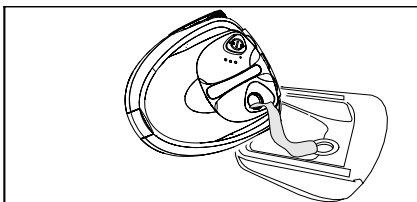

Abbildung 10
- ➔ Wasser ausgießen. Dazu das Gerät zur Ecke mit dem Einfülltrichter kippen (siehe Abbildung 10).